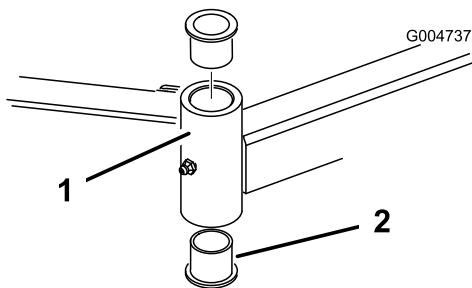

Figure 124
4. Insérez un chasse-goupille dans le haut ou le bas du tube de montage et chassez la bague hors du tube (Figure 124).